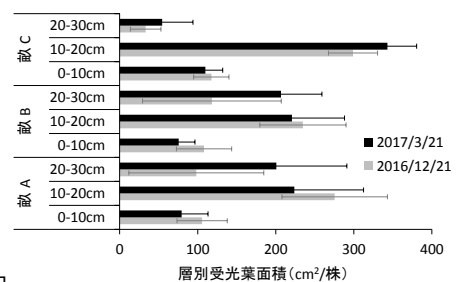

図2 各畝の計測された層別受光葉面積
- 3) さらに3次元形状計測センサにより，非破壊でイチゴ群落の層別の受光葉面積を数値化し，推移を示すことができます（図2）。